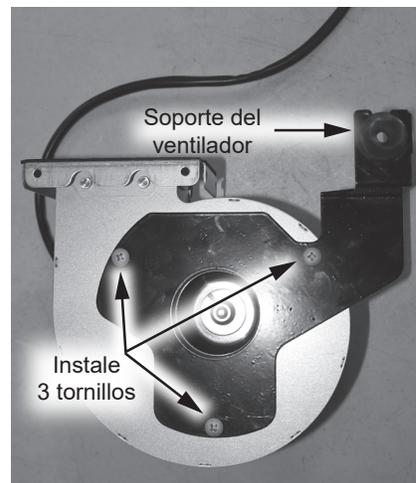

Figura 106 - Instale el soporte del ventilador.
- 25** Retire los tres tornillos que fijan el soporte del ventilador al antiguo conjunto de ventilador. Deje los tornillos a un lado en un lugar seguro para volver a instalarlos. Consulte la Figura 106.
- 26** Fije el nuevo soporte del ventilador al nuevo conjunto de ventilador con los tornillos que se retiraron en el Paso 25. Consulte la Figura 106.